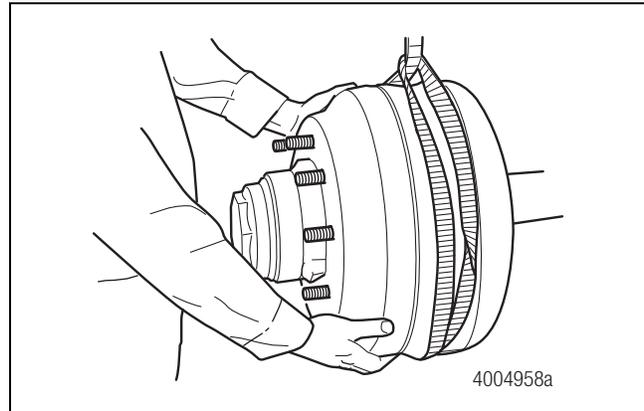

Figura 3.36
14. Instale el tambor del freno y el conjunto de rueda y neumático. Figura 3.36.